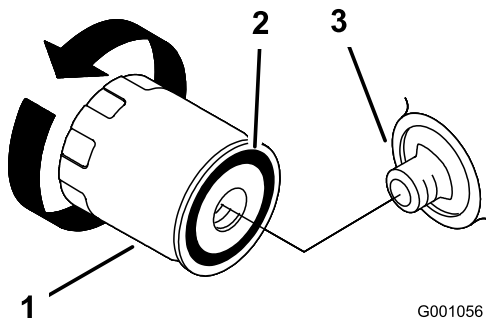

Bild 47
2. Drehen Sie den Ölfilter zum Entfernen nach links (Bild 47 und Bild 47).